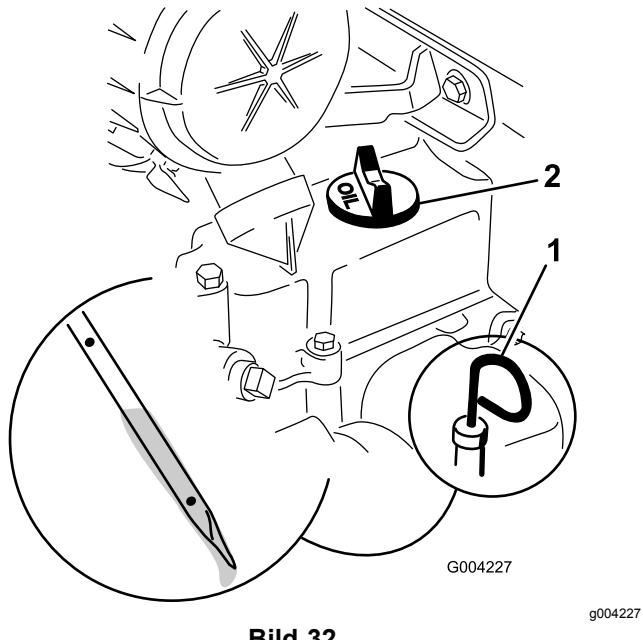

Bild 32
4. Reinigen Sie den Bereich um den Ölpeilstab (Bild 32).
5. Ziehen Sie den Peilstab heraus und wischen Sie das Metallende ab (Bild 32).
6. Schrauben Sie den Ölpeilstab vollständig in das Peilstabrohr (Bild 32).
8. Wenn der Ölstand niedrig ist (unter dem unteren Loch), reinigen Sie den Bereich um den Ölfüllstutzendeckel und nehmen den Deckel ab (Bild 32).
6. Entfernen Sie den Ölfülldeckel (Bild 32) und gießen Sie ungefähr 80 % der angegebenen Ölmenge langsam in die Ventilabdeckung ein.
9. Entfernen Sie den Ölfülldeckel (Bild 32) und gießen Sie ungefähr 80 % der angegebenen Ölmenge langsam in die Ventilabdeckung ein.